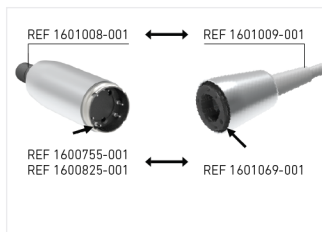
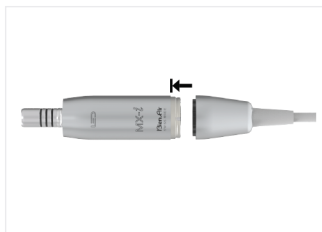

FIG. 2
FIG. 3
- Os motores MOT MX-i REF 1600825-001 & MOT MX-i LED REF 1600755-001 são montados com o cabo de alimentação REF 1601069-001. **FIG. 2.**
- O motor MOT MX-i LED 3RD GEN REF 1601008-001 é montado com o cabo de alimentação REF 1601009-001 descrito na **FIG. 2.** Verifique se a parte traseira do motor e a ficha ligada ao cabo estão limpas e secas.
- Posicione o motor e o cabo proprietário conforme mostrado na **FIG. 2** (O posicionador deve estar à frente do orifício). Rode-o até encontrar a posição exata e pressione o motor. **FIG. 3.**